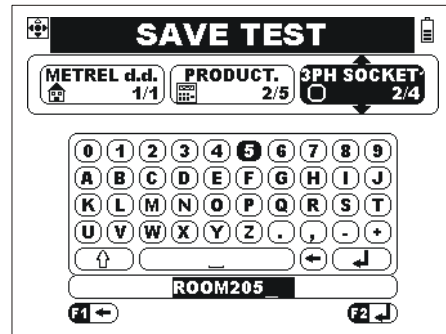

Abb. 6.18: Den Namen der neuen Stelle annehmen
- ❑ Im Menü "Prüfung speichern" (siehe Kapitel 6.6, siehe Abbildung 6.18) kann der Namen des Ortes nun alternativ mit dem Barcode-Leser eingelesen werden.